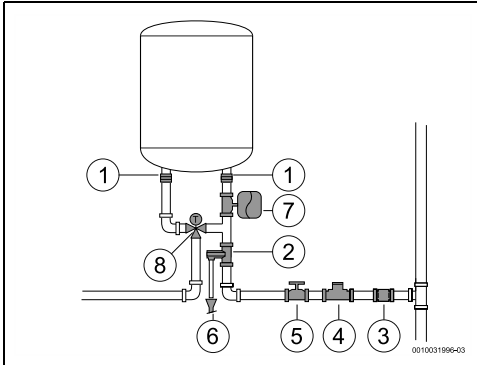

fig. 12
- Kur përdorni tuba PEX, instaloni një kontroll termostatik (Fig. 12, [8]) në tubin dalës të pajisjes. Ky duhet rregulluar për të përkuar me rendimentin e materialit të përdorur.
- instaloni një reduktues presioni (Fig. 12, [4]). Valvula e çlirimit të presionit do të aktivizohet sa herë që presioni në pajisje është mbi 8 bar (± 1 bar), për të cilën arsye është e nevojshme të planifikohet një mënyrë për shkarkimin e këtij uji.
- instaloni një enë zgjerimi (Fig. 12, [7]) për të ndaluar hapjen e shpeshtë të valvulës së çlirimit të presionit. Ena e zgjerimit të volumit duhet të jetë e barasvlershme me 5% të volumit të pajisjes.